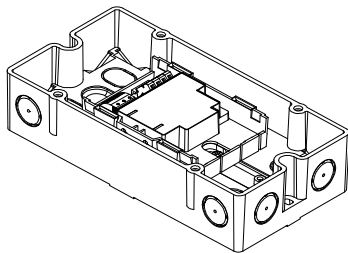

Рис. 3
- вне шкафа или контрольной панели: с использованием защитного корпуса FDCH221 (Рис.3).
3. Закрепите защитную коробку на ровной поверхности двумя винтами (M4). (Рис.3) Расстояние между отверстиями: 182.0 ± 1.0 мм.
2. Закрепите модуль в нижнюю часть защитного корпуса двумя винтами (Рис.3).